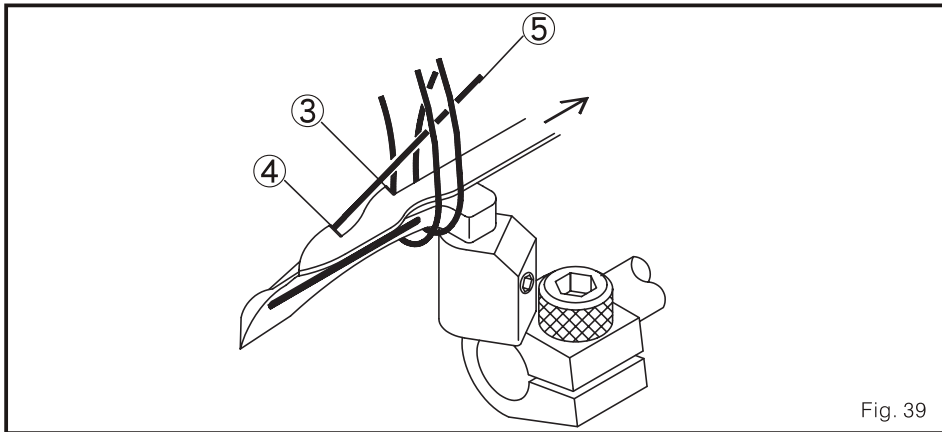

Fig. 39
2. Quando o refilador inferior 1 se mexa à esquerda ao ponto morto. Os fios de agulha 2 devem passar debaixo das bordas dos pontos 3 e 4 do mencionado refilador inferior 1. (Fig. 39)